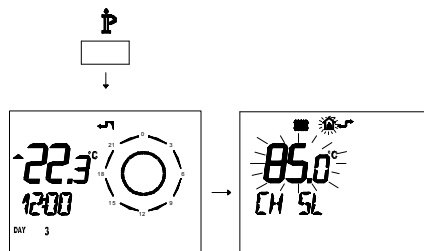

Fig. 5.55
- Premere per più di 3 secondi il pulsante  para per entrare in modalità **INFO** (Fig. 5.55).